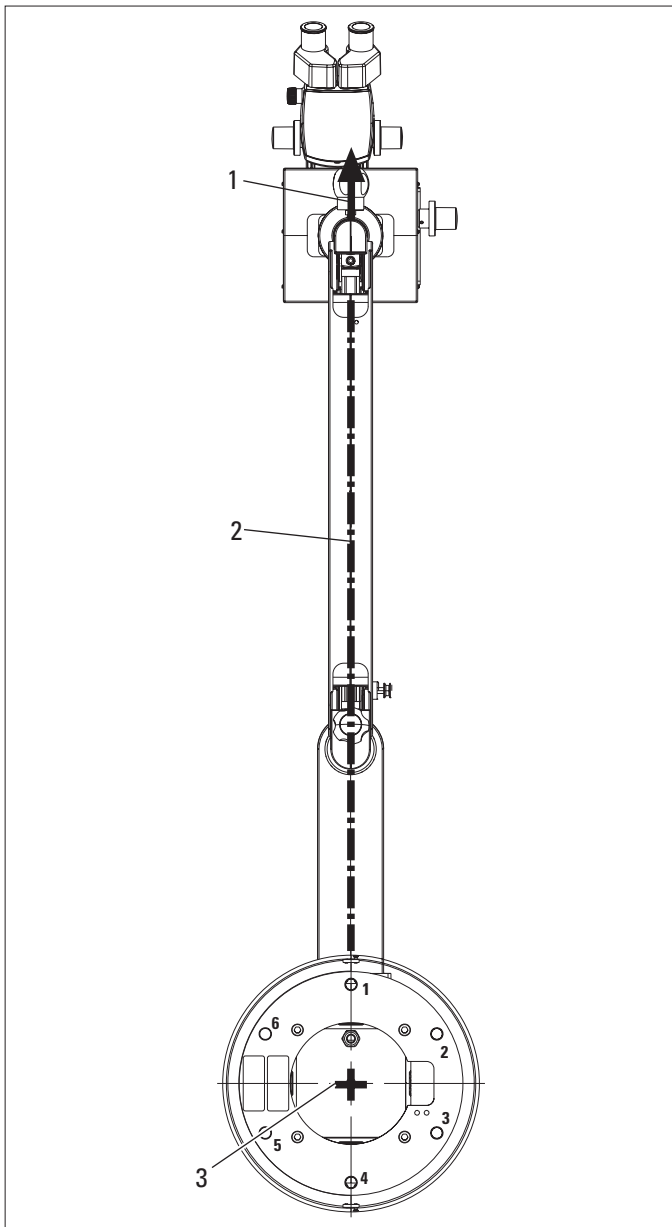

Bild 1
⇒ Gesamtes System strecken, in Hauptrichtung (1) ausrichten und in waagrechte Position bringen (Bild 1).